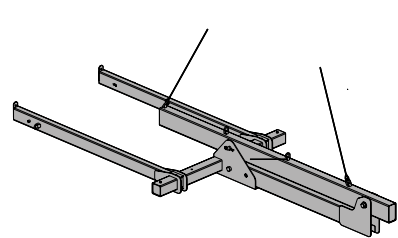

Abb. 5.1 (schematische Darstellung)
- Die Versetztraverse muss an den beiden äußeren Anschlagpunkten **(A)** und **(F)** angehängt werden. (Abb. 5.1)